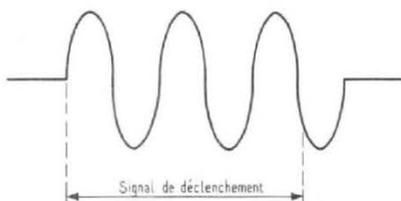

Fig. 2
- mode déclenché : au repos, aucun signal n'apparaît sur la sortie, où on ne relève que la tension continue moyenne, fixée par le potentiomètre (16). En appliquant un signal de déclenchement sur l'entrée (21) de l'appareil, on provoque le départ d'une période du signal (fig. 2), à partir du niveau continu précé-
Photo A. – Cette photographie détaille le mécanisme de la double commande de fréquence, déjà vu, côté façade, sur la photographie de la figure 2.